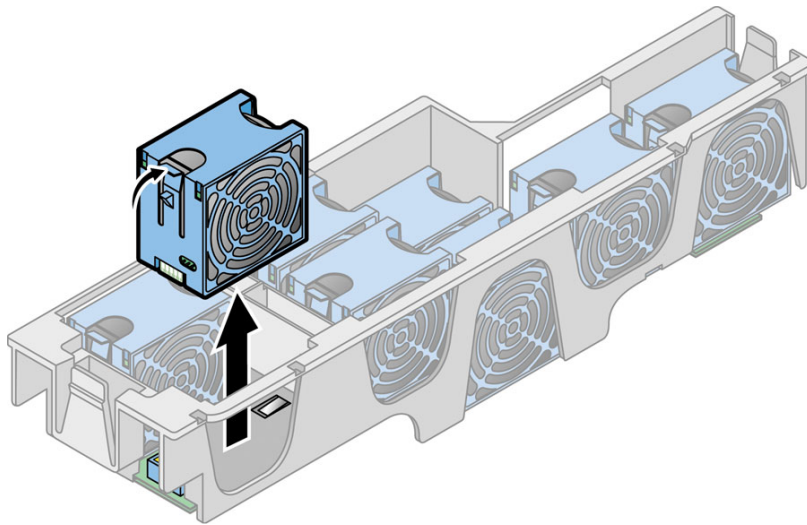

图 4-21 拆除单个冷却风扇（已从服务器上拆除了所显示的风扇盒）
4. 按下风扇边缘的固定夹，竖直向上拉出风扇使其脱离连接器，然后将其从风扇盒中拆除（请参见图 4-21）。
按下风扇边缘的固定夹，竖直向上拉出风扇使其脱离连接器，然后将其从风扇盒中拆除（请参见图 4-21）。